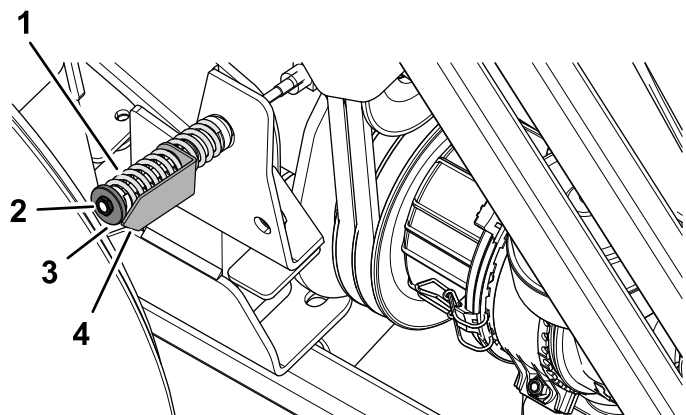

Bild 89
5. Drehen Sie ggf. die Mutter für die Spannscheiben-Spannvorrichtung, bis der Pfeil der Spannungsanzeige mit der äußeren Oberfläche der Scheibe ausgefluchtet ist (Bild 89).
8. Lockern Sie die Mutter für die Spannscheiben-Spannvorrichtung, siehe Bild 89 in Prüfen der Spannung des Zapfwellenriemens \(Seite 71\).